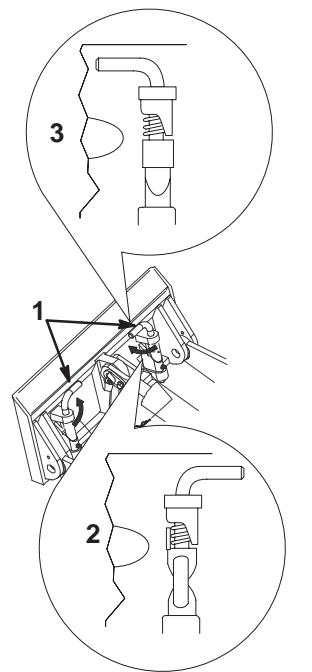

Figure 21
7. Engagez complètement les goupilles à fixation rapide dans la plaque de montage (Fig. 21) pour les verrouiller.